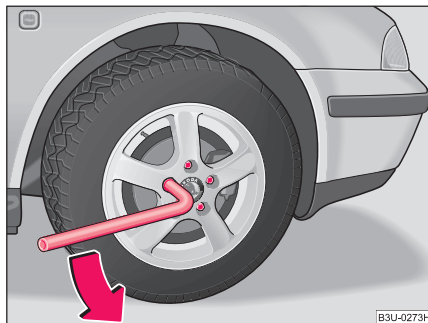

Fig. 175 Schimbarea roții: Slăbirea prezoanelor
- Apucați mânerul cheii de roată și rotiți cheia spre stânga, aproximativ o rotație ⇒ Fig. 175.